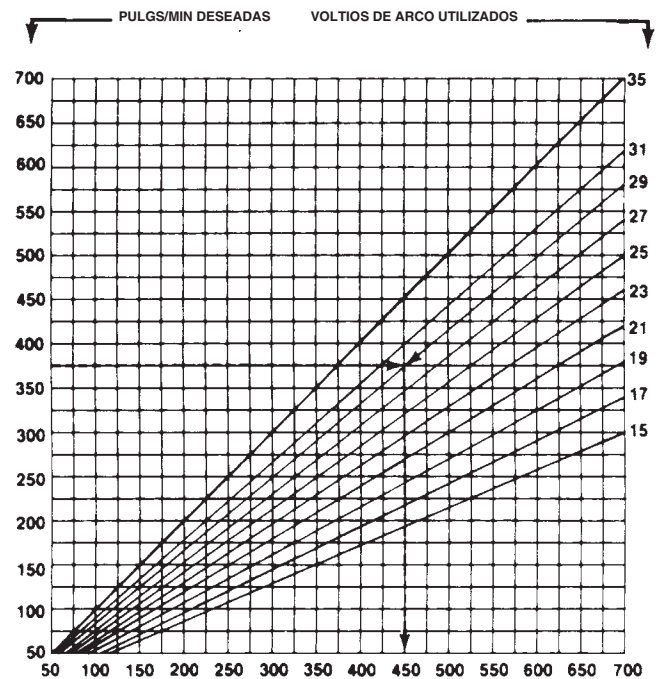

FIGURA B.3 CONFIGURACIÓN DE LA VELOCIDAD DE ALAMBRE CC
- En referencia a la gráfica localizada arriba del interruptor de Modo (también se muestra en la Figura B.3):
- Establezca el disco de velocidad de alambre en el valor determinado en el Paso (3) anterior (se utilizó 450 para el ejemplo). Use el Rango HI de la Disco si el valor se va a establecer arriba de 350.